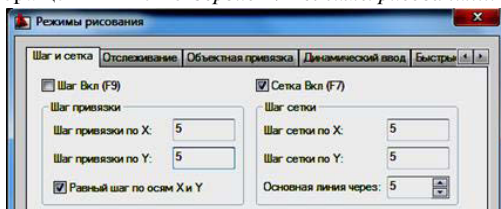

Рис. 174
3. Выполнить установку шага и сетки в диалоговом окне *Режимы рисования*, открывшемся после обращения к меню *Сервис* → *Режимы рисования...* (рис. 174).